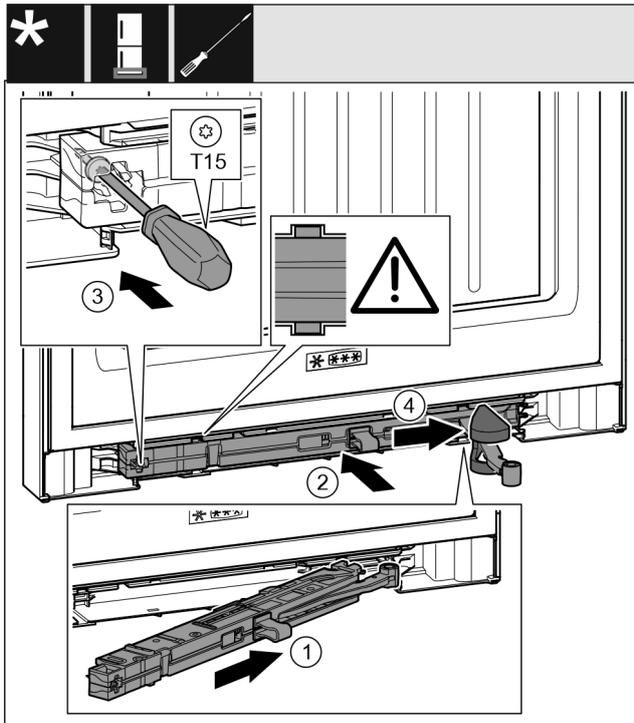

Fig. 46
- ▶ Introduzca la unidad de amortiguador de cierre en el lado del soporte de cojinete en posición inclinada en la escotadura hasta el tope. Fig. 46 (1)
- ▶ Desplace por completo la unidad de amortiguador de cierre en la escotadura. Fig. 46 (2)
- ▶ Apriete el tornillo con un destornillador T15. Fig. 46 (3)
- ▶ Desplace la cubierta sobre la articulación. Fig. 46 (4)